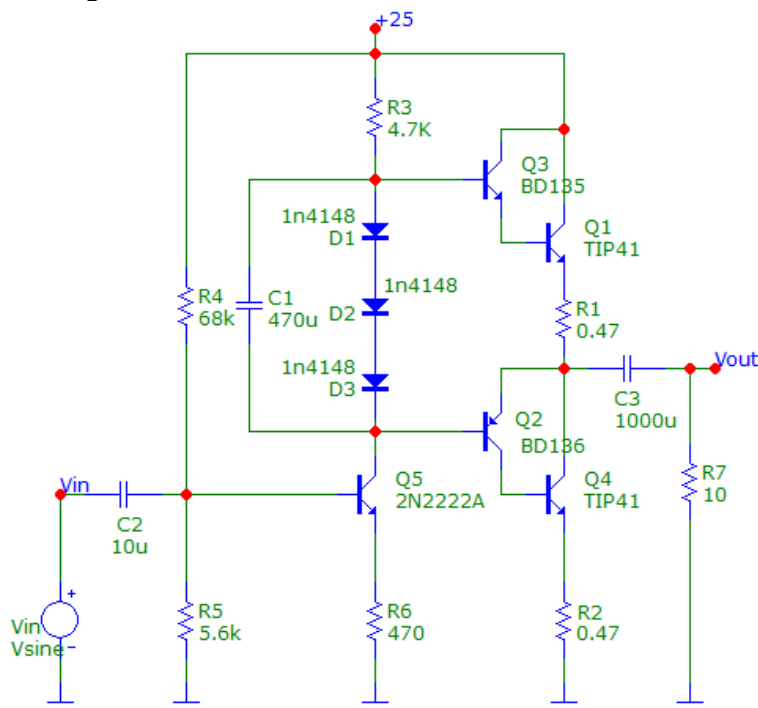

Figura 4.1. Amplificador Clase AB.
2. Realice la simulación del circuito de la figura 4.1, con una señal $v_{in}(t) = \sin 6243.2t$.
3. Realice los cálculos e indique cual es la potencia de salida del circuito de la figura 4.1.
1. Arme el circuito de la figura 4.1.
2. ¿Qué tipo de configuración de salida tiene el circuito de la figura 4.1? explique.